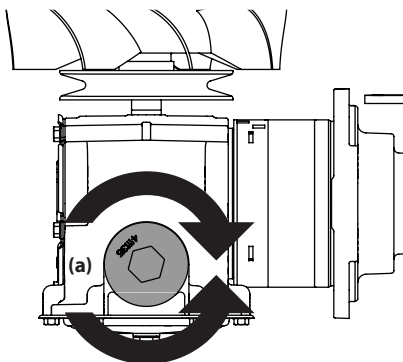

Figure 4-8
- Placez un récipient sous le bouchon de vidange (a) de la transmission. Retirez le bouchon de vidange (a) et vidangez l'huile de la transmission. Voir Figure 4-8.